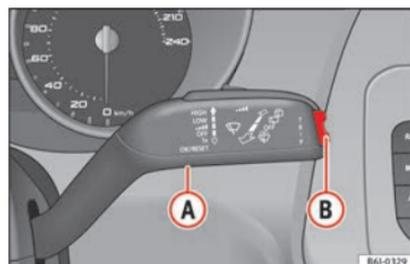

Fig. 74 Leva del tergicristallo: tasto ① e tasto doppio ②.
- Con il quadro acceso, premere (senza poi tenerlo premuto) il tasto »» fig. 74 (A) ubicato sulla leva del tergitristallo: in questo modo si passa da una memoria all'altra.
tasto doppio »» fig. 74 (B) che si trova sulla leva del tergitristalli:
Quando si sta guidando alla velocità desiderata, entrare nel menu Modo "Avviso Velocità" e premere il tasto » **fig. 74** **A** **RESET**. Viene memorizzata la velocità indicata. Se la velocità indicata viene oltrepassata, si visualizza un messaggio di testo sul display e suona un segnale acustico.¹⁾
Si può disattivare premendo il tasto **RESET**. La velocità può essere variata con il tasto doppio » **fig. 74** **B** in intervalli di 5 km/h, entro i 5 secondi successivi alla memorizzazione iniziale.